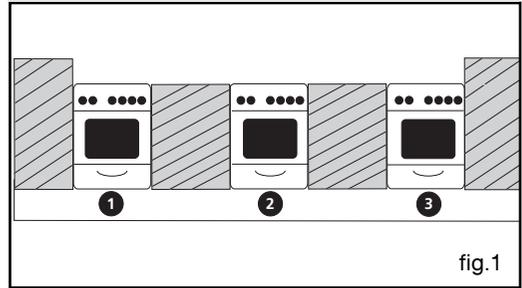

fig.1
- Enfoncez un tournevis entre la tôle du capot et la trappe puis faites pivoter la trappe (fig. 1).